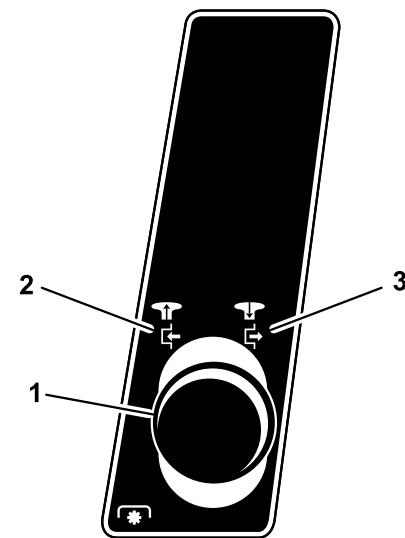

**Figura 10**
1. Abra la válvula de cierre de combustible que se encuentra entre el depósito de combustible y el motor (Figura 10).